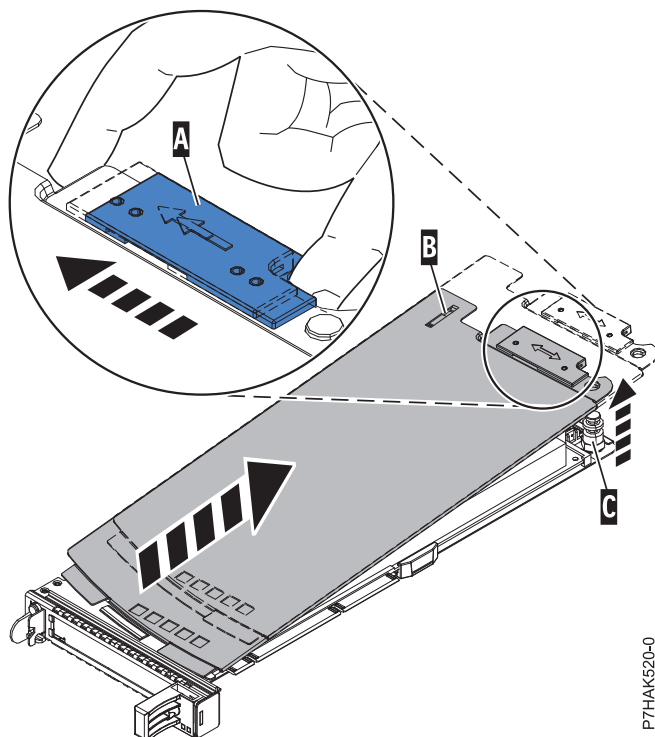

図 20. PCIe アダプター・カセット・カバーの取り外し
- a. 20 ページの図 20 に示すように、カバー・ラッチ (A) をスライドさせて、ピボット・ピン (C) から解放します。
- b. カバー (B) を持ち上げて、ピボット・ピン (C) から外します。